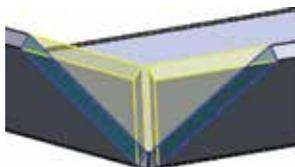

图 5.198 对接闭合角
-  按钮：用于生成如图 5.198 所示的对接闭合角效果。